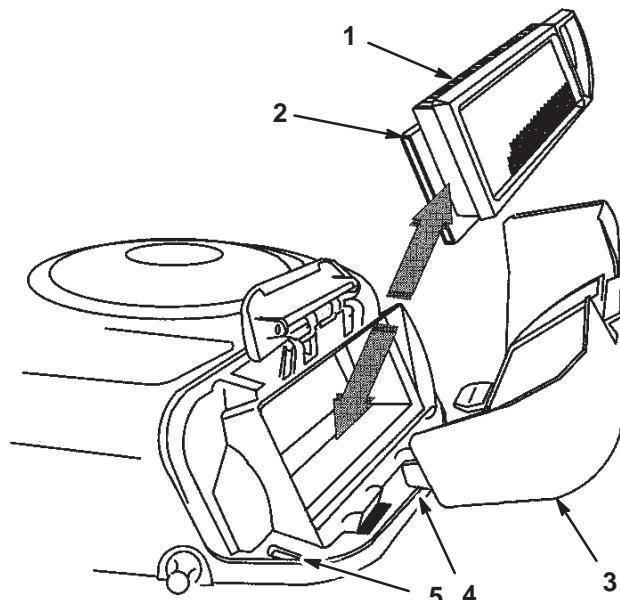

Bild 24
| 4. Schieben Sie den Papier- und den Schaumeinsatz vorsichtig vom Gebläsegehäuse herunter (Bild 24). | |
- Fluchten Sie die Nasen des Luftfilterdeckels mit den Schlitten im Luftfiltergehäuse aus (Bild 24). Haken Sie den Griff in die Abdeckung ein und drücken auf den Griff, um diesen einzurasten.